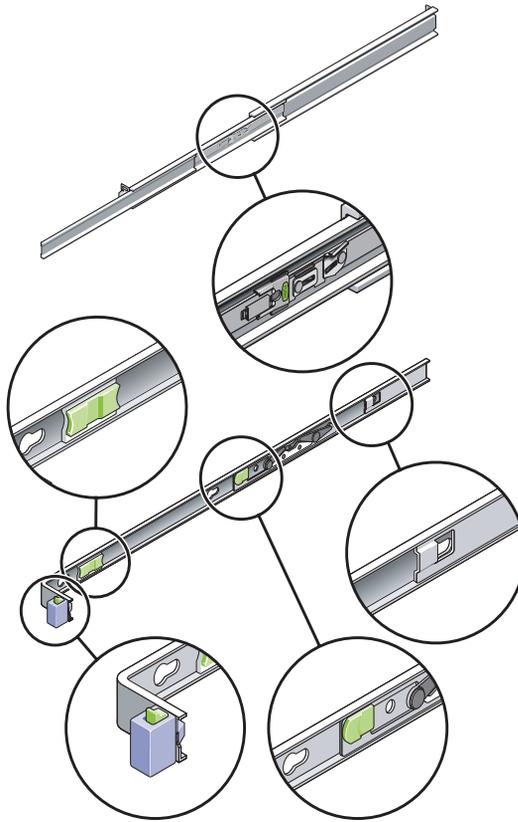

ABBILDUNG 2-4 Position der Sperren an der Schienenbaugruppe
- Beachten Sie, dass sich an jeder Schienenbaugruppe fünf Sperren befinden (ABBILDUNG 2-4). Vier davon befinden sich am Montagebügel, eine am Vorderteil der Schiene.